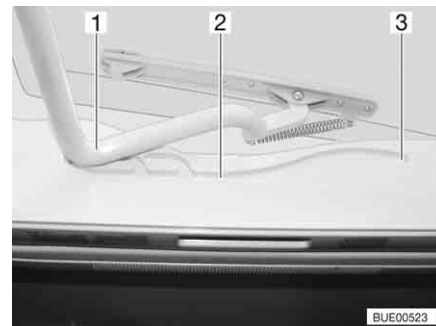

Fig. 21 Guida (oblò inclinabile)
- Tirare la staffa (Fig. 21,1) nelle guide (Fig. 21,2) fino alla posizione più all'indietro (Fig. 21,3).
- Spingere la staffa (Fig. 21,1) leggermente verso l'alto con ambedue le mani.
- Tirare la staffa nelle guide (Fig. 21,2) fino alla posizione desiderata.